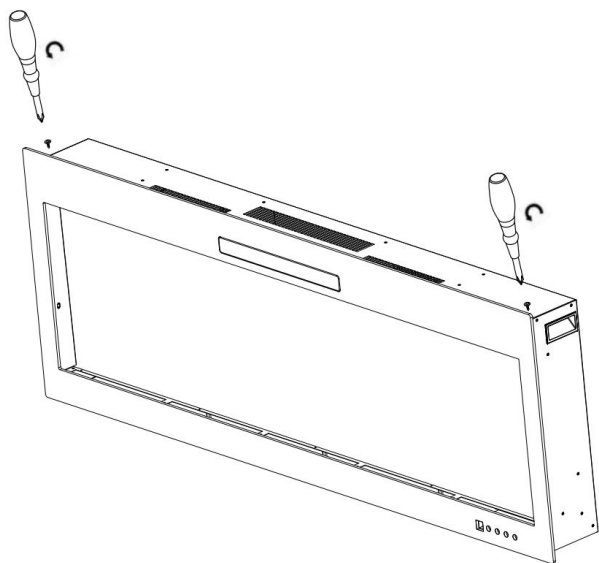

рис. 1-1
- А.** Открутите винты с обеих сторон. (**рис. 1-1**)